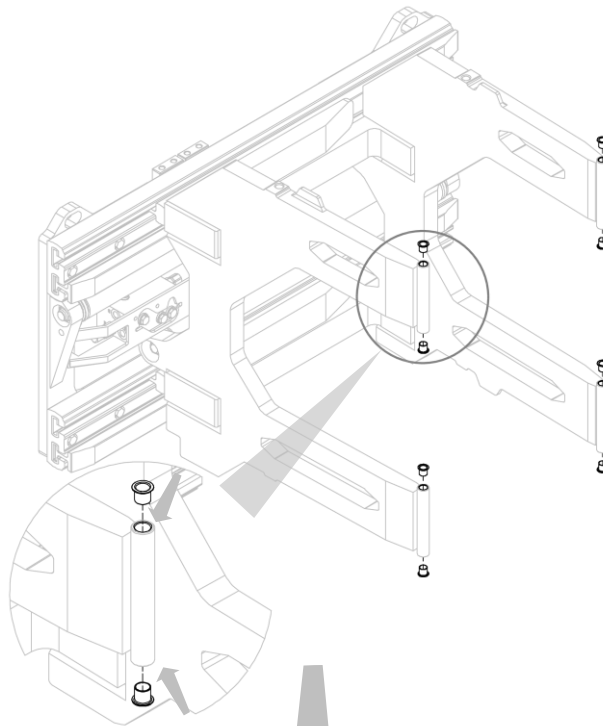
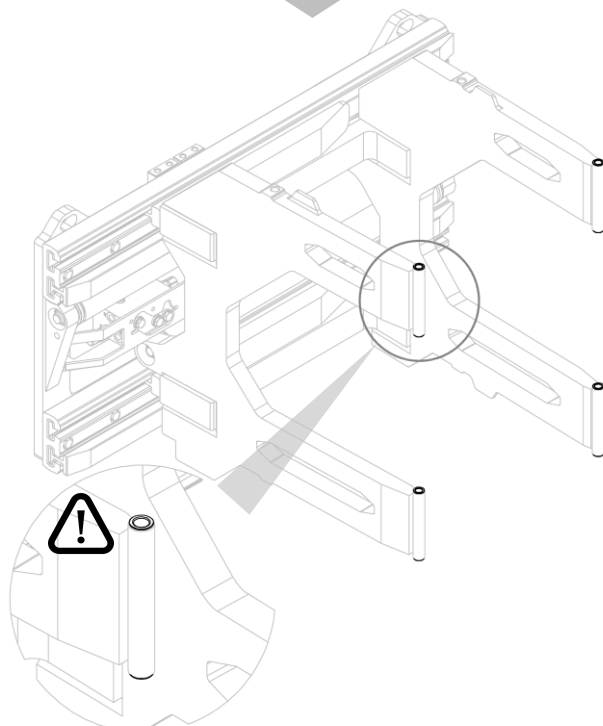

Figure 15
Figure 16
2. Placer les bagues d'oscillation dans les logements appropriés (voir *Figure 15* et *Figure 16*).